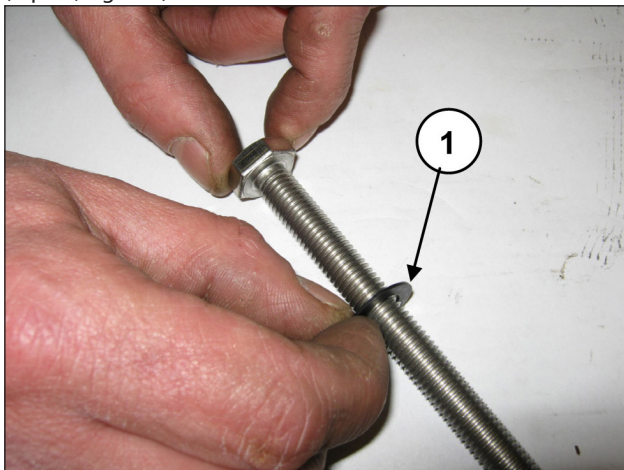

Fig. 181
Insérer la rondelle Ø10x18x0,9 dans la vis de fixation du piston (rep. ①, Fig. 181).